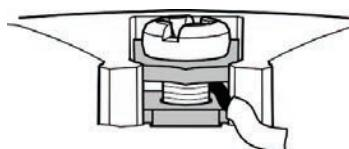

Рисунок 7.2 – Монтаж провода
- 4 – выполнить подключение внешних электрических цепей, учитывая рекомендации п. 7.3. Провода следует монтировать между пластинами (см. рисунок 7.2);